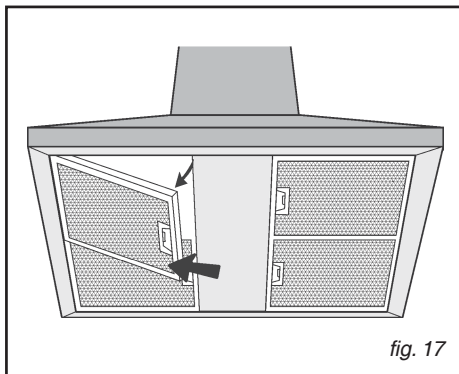

fig. 17
#### • Ausbau der Fettfilter (Abb. 17)
- Fettfilter herausnehmen (Abb. 17): Den Halter am Griff nach innen drücken und dabei den Filter nach unten ziehen.
- Die beiden Filterhalter (M) abnehmen und die Kohlefilter (A) herausziehen.